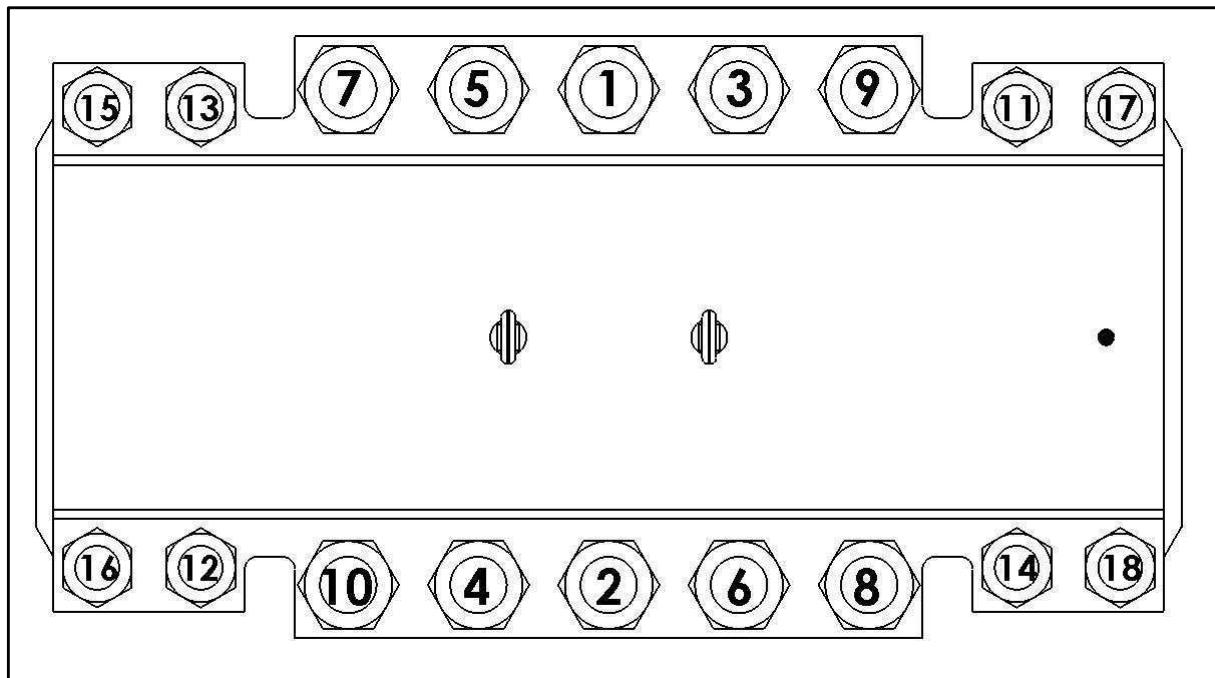

Figura 14
11. Apriete todos los espárragos y tuercas de la silla de derivación en carga "PLIDCO Hot Tapping+Saddle" de manera uniforme, utilizando los **Valores de par de apriete para la sección de sellado** en la *Tabla de PLIDCO de par de apriete del área de sellado* situada en la página 19. El accesorio real puede tener más o menos espárragos. Los mejores resultados se obtienen manteniendo una separación igual todo alrededor y entre las barras laterales mientras se aprietan los espárragos. Para asegurarse de que haya un acoplamiento completo de la tuerca debe mantenerse un mínimo de 1/4 de pulgada (6.4 mm) de los espárragos extendiéndose más allá de la tuerca. La secuencia de apriete de los espárragos debe seguir el patrón de la Figura 14 y deberá realizarse repetidamente de la siguiente manera: